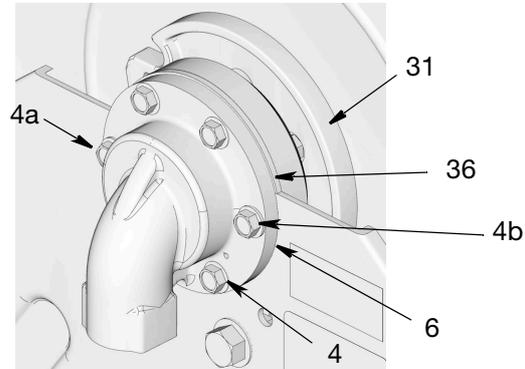

ABB. 21
4. Nur Mitteldruck-Modelle: Die Unterlegscheibe (36) zwischen Einlass (6) und Lagerhalterung (35) ausrichten (ABB. 21).
5. Wie in abgebildet in ABB. 21 die oberen 2 Schrauben (4a und 4b) durch Rahmen und Einlass (6) installieren. Schrauben nur so festziehen, dass alle Teile in ihrer Position gehalten werden.
6. Die vier verbleibenden Schrauben (4) anbringen. Handfest festziehen und dann alle Schrauben mit 33,9 bis 47,45 N•m (25 bis 35 ft-lbs) festziehen.